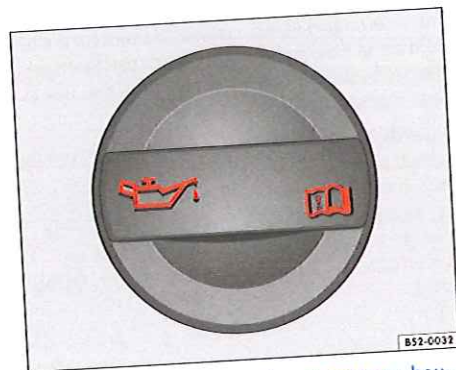

Fig. 236 Dans le compartiment-moteur : bouchon de l'orifice de remplissage d'huile-moteur.
- (B) Niveau d'huile OK. Il est possible de faire l'appoint d'huile jusqu'à la limite supérieure de cette zone, par exemple en cas de forte sollicitation du moteur → page 346. Le cas échéant, poursuivez avec l'étape 5.
- (C) Niveau d'huile insuffisant. **Faites impérativement l'appoint d'huile-moteur.** Poursuivez avec l'étape 5.
6. Identifiez l'orifice de remplissage d'huile-moteur. L'orifice de remplissage d'huile-moteur est reconnaissable au symbole ⚠ figurant sur le couvercle → fig. 236. En cas de doute sur l'emplacement du couvercle, rendez-vous dans un atelier spécialisé.
7. Dévissez le bouchon de l'orifice de remplissage d'huile-moteur → fig. 236.
10. Relevez de nouveau le niveau d'huile sur l'indicateur à l'écran du système d'infodivertissement avant de verser une nouvelle petite quantité d'huile-moteur. Ne versez jamais de quantité excessive d'huile-moteur → ①.